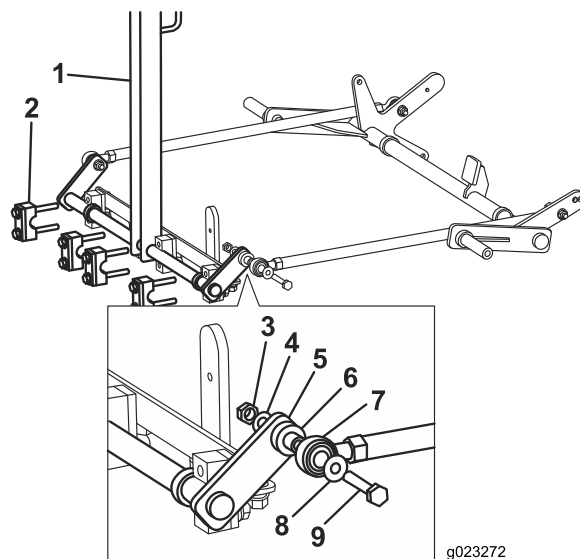

Figura 4
2. Coloque o parafuso através da anilha e extremidade da barra, o casquilho, a barra, a anilha e prenda com a porca (Figura 4). Não aperte as porcas. As porcas têm de estar soltas para permitir o ajuste à barra de reboque mais à frente no procedimento.